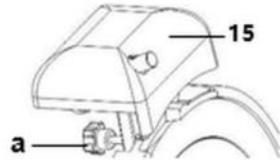

Abb. 9
2. Lösen Sie die Befestigungsschraube (a) vom Messerschärfer (15) an der Rückseite des Gerätes (Abb. 9).
1. Nehmen Sie den Messeschärfer vom Gerät ab. (Abb. 9).
1. Nehmen Sie den Messeschärfer komplett vom Gerät ab (Abb. 9).